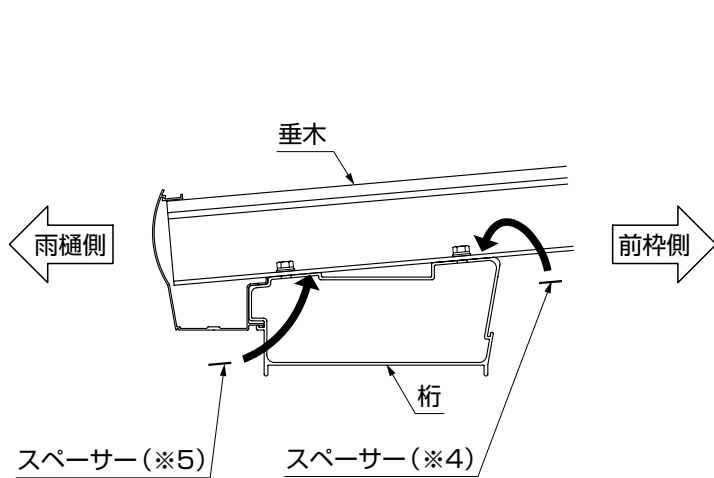

図5-3
⑦前枠がまっすぐ通りが出ているか確認してください。垂れがある場合は、スペーサーを切って垂木と桁の間に入れて調節してください。(図5-3参照)